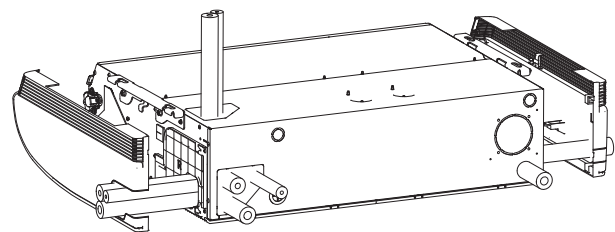

Fig. 3-18
- Les positions des connexions de tuyauterie de réfrigérant sont indiquées dans la figure ci-dessous. (Le tube peut être acheminé en 3 directions.) (Fig. 3-18)
* Si le tuyau de vidange passe par le côté gauche, se reporter à la Fig. 3-18, et suivre la procédure ci-dessus pour installer le tuyau.